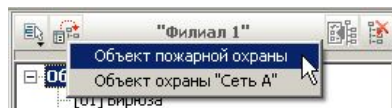

Рис. 7.4.1
- Нажатие на кнопку «Показать конфигурацию на сервере» вызовет список имеющихся объектов охраны, из которого необходимо выбрать нужный (см. Рис. 7.4.1):